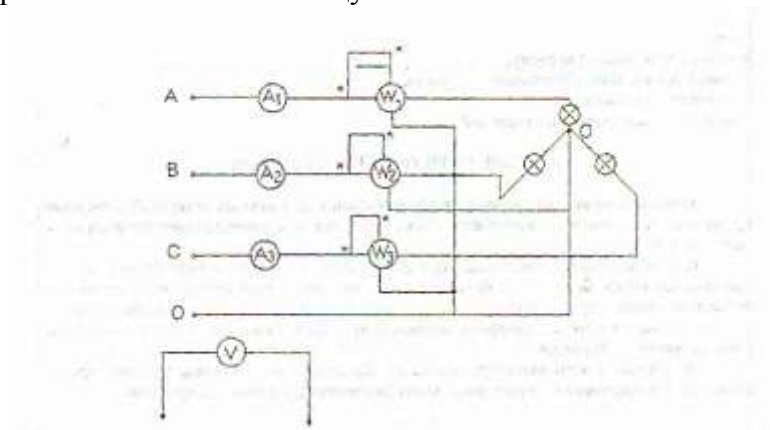

Рисунок 2 – Подключение ваттметров в трехфазную цепь
1. Собрать электрическую схему (рисунок 2) для проверки.